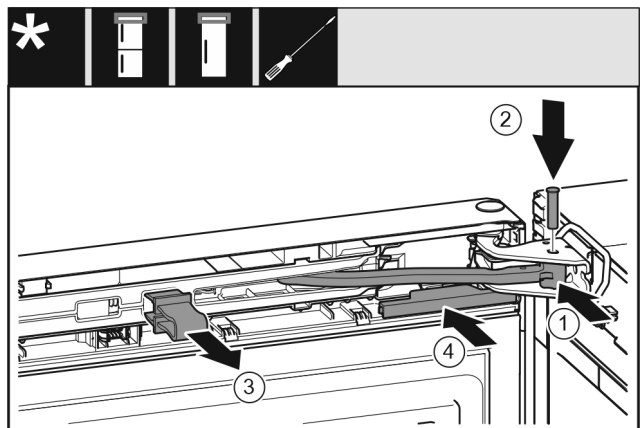

Fig. 21
- ▶ Okrenite zglob u podlošku ležaja. *Fig. 21 (1)*
- ▶ Umetnite svornjak u podložak ležaja i zglob. Pritom pazite da ispuščenje za blokiranje ispravno dosjedne u utor. *Fig. 21 (2)*
- ▶ Skinite osigurač. *Fig. 21 (3)*
- ▶ Natakните pokrov. *Fig. 21 (4)*